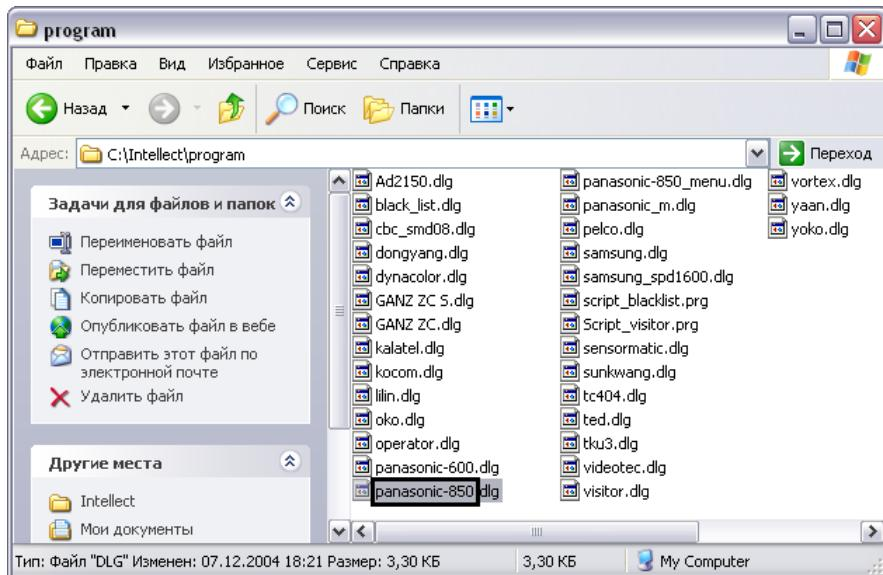

Рис. 3.4—13 Папка «program» каталога установки программы «Интеллект»
6. Для активации функции перемещения Окна запроса оператора на экране с помощью мыши требуется установить флажок «Разрешить перемещение» (см. Рис. 3.4—12, 6).